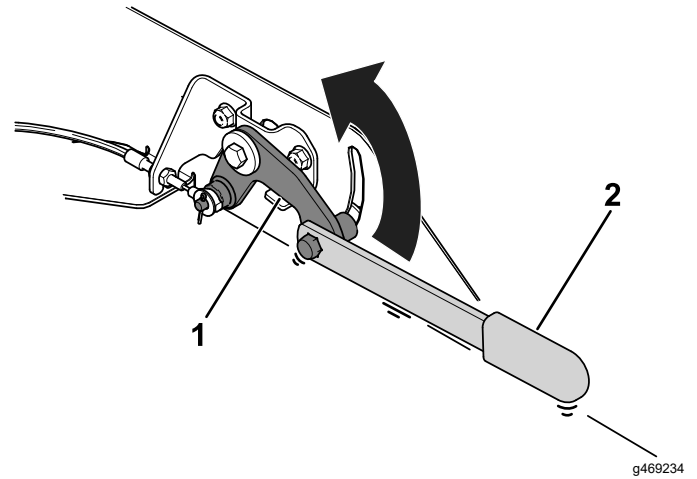

Figura 39
- C. Coloque la palanca sobre el mecanismo de liberación del freno, muévelo hacia arriba en la ranura para desactivar el freno de estacionamiento (Figura 39), y apriete la tuerca para mantener el freno de estacionamiento desactivado mientras se remolca la máquina.